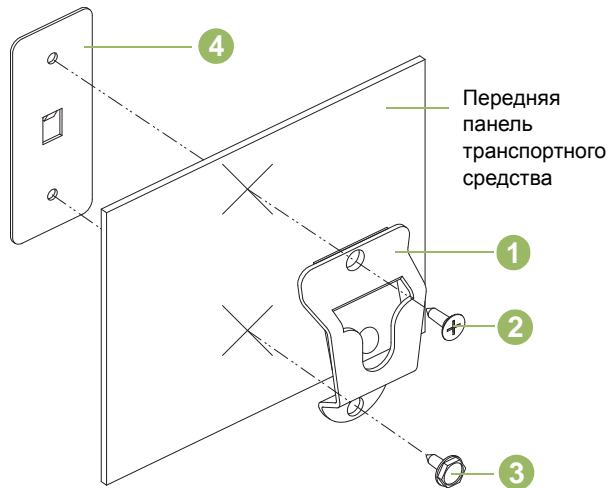

Рис. 4.2. Установка монтажного кронштейна
Руководствуясь приведенным ниже Рис. 4.2, установите подвесной кронштейн (1) на транспортное средство с помощью имеющихся в комплекте двух винтов для тонколистового металла и опорной пластины. Установите опорную пластину (4) с обратной стороны передней панели автомобиля. Заверните винт с плоской головкой (2) в верхнее монтажное отверстие, а винт с шестигранной головкой (3) — в нижнее. Убедитесь, что винты вошли в отверстия на опорной пластине.